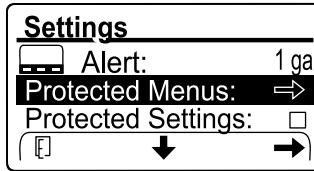

Figura 108
1. Introduzca el código PIN para la opción de PROTECTED MENUS (Menús protegidos) (Figura 108), consulte Acceso a los menús protegidos (página 25).